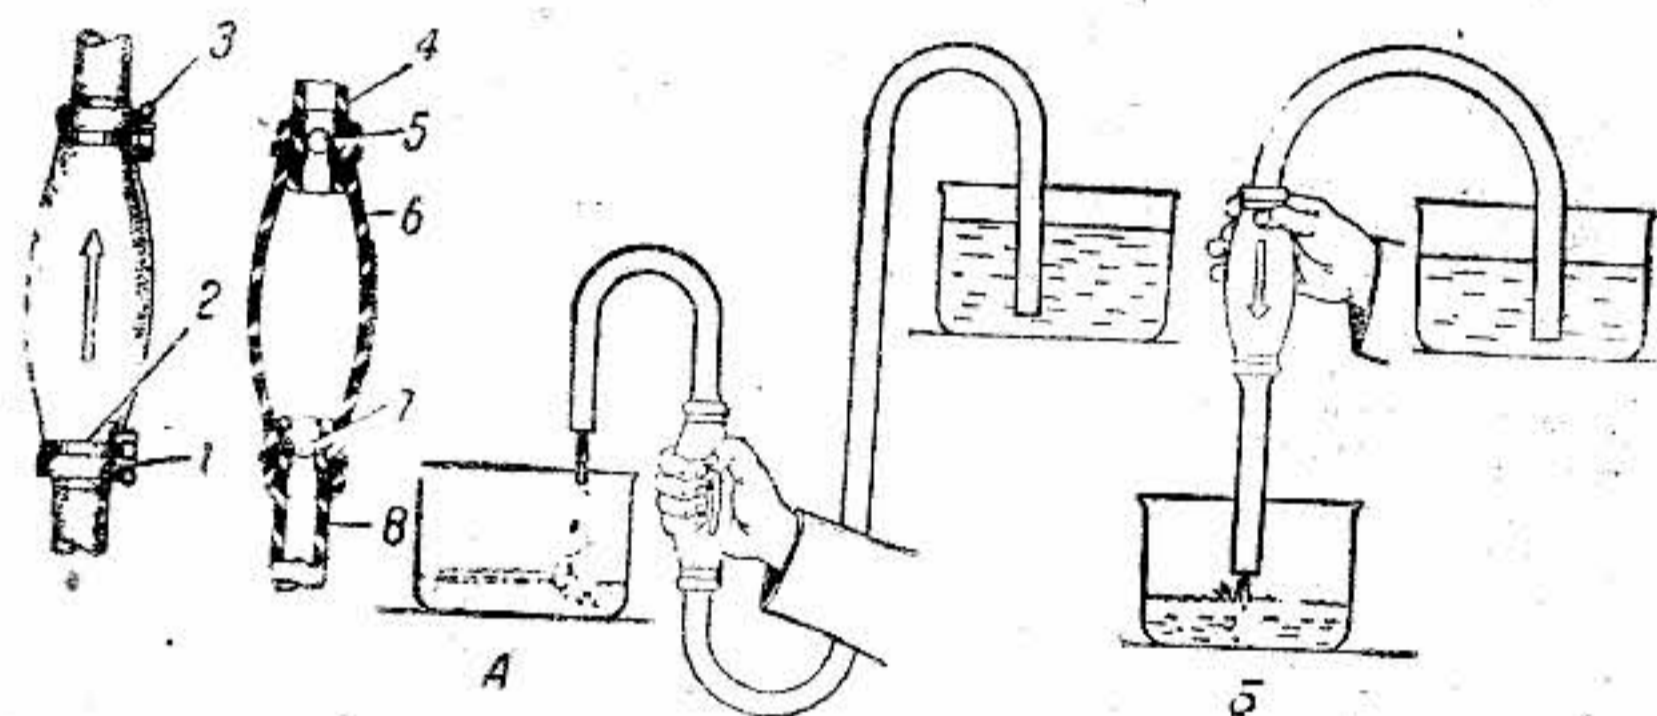

Рис. 82. Насос для переливания бензина:
Для переливания или перекачивания бензина с помощью насоса (рис. 82) следует:
2. Привести насос в действие нажатиями баллона рукой и отпуском (рис. 82А).
3. Как только бензин потечет, перевернуть баллон острием стрелки вниз. Нажатия на баллон прекратить, и бензин потечет самотеком (рис. 82Б).